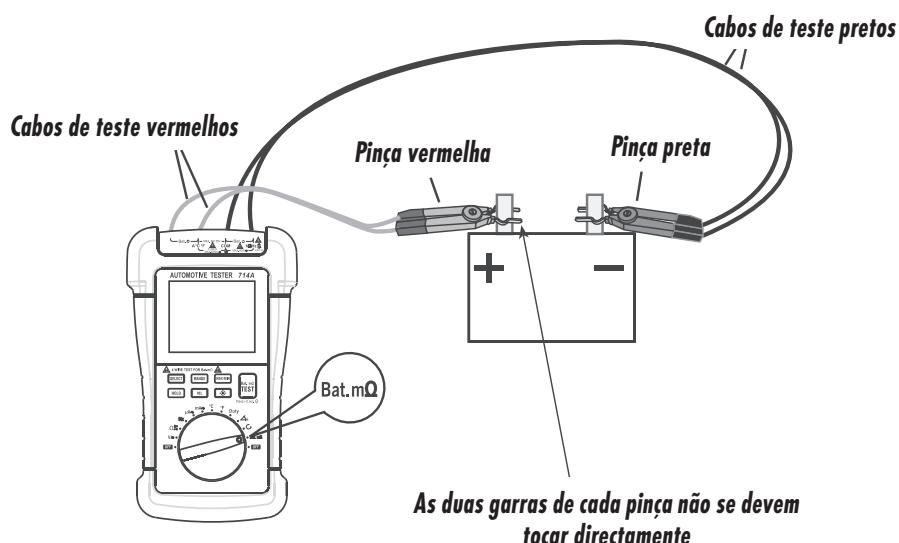

Figura 8
2. Veja a Figura 8, introduza as duas fichas dos dois cabos de teste vermelhos nos dois terminais "Bat." e as fichas dos dois cabos de teste pretos nos dois terminais "Bat." .
Prenda a pinça vermelha do terminal positivo da bateria e a pinça preta do terminal negativo da bateria (Figura 8).
Nota: Para uma medição precisa, as duas garras de cada pinça não se devem tocar directamente (Figura 8).